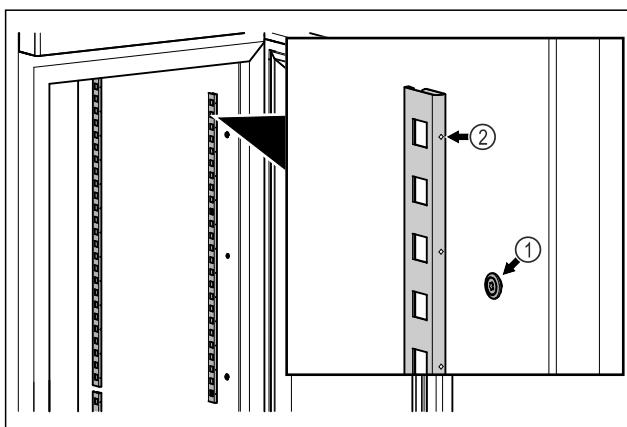

Fig. 48 Примерно изображение
- Закачете заключващите ленти в окачването Fig. 48 (1). Маркировката Fig. 48 (2) трябва да сочи напред.